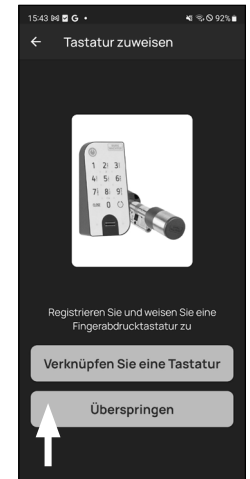

Abb. 8
- 9 Im Folgemenu (Abb. 8) werden Ihnen folgende zwei Auswahlmöglichkeiten gegeben:
- 10 Tippen Sie auf „Überspringen“ (Abb. 8).